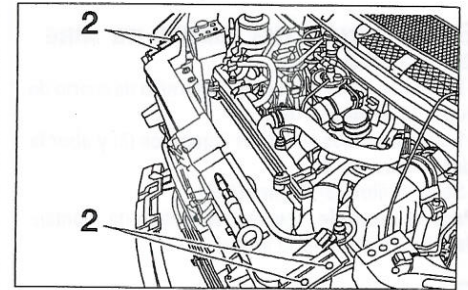

FIGURA 10-15
- Desmontar los 4 tornillos de fijación (2) del frontal del grupo ventilador (figura 10-15) e inclinar el conjunto hacia la parte delantera.